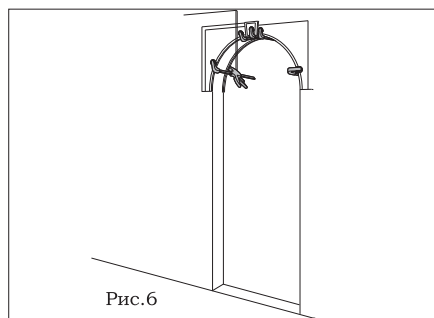

Рис. 6
- Б** Прикрепите собранную сторону арочного элемента к проему на саморезы или жидкие гвозди. Аналогично соберите вторую сторону и тоже прикрепите её с другой стороны. Если Вы пользуетесь жидкими гвоздями, то используйте струбцины для лучшего сцепления. Рис. 6.